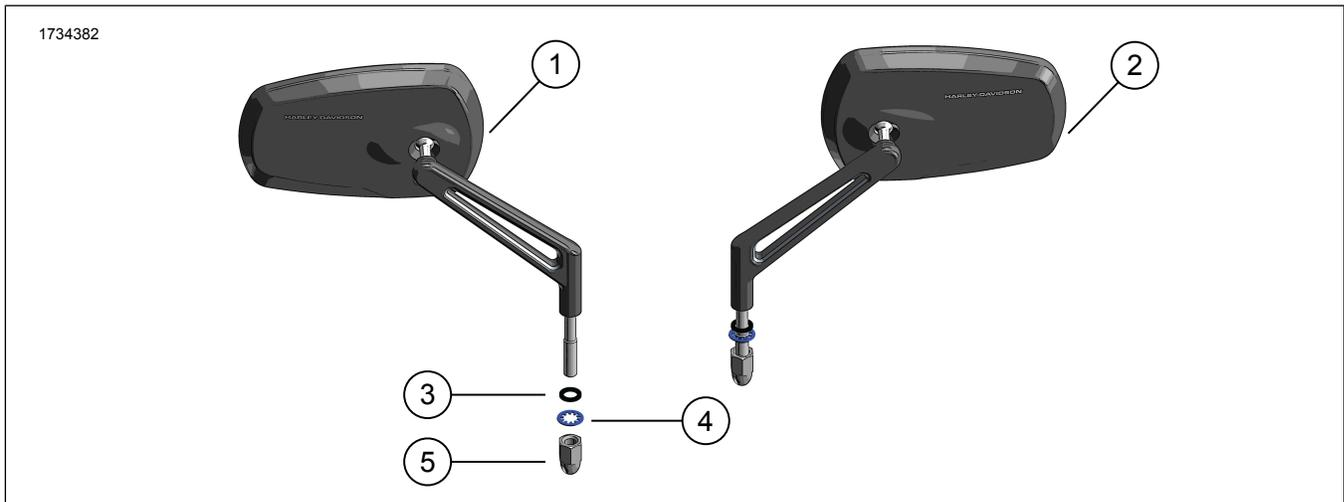
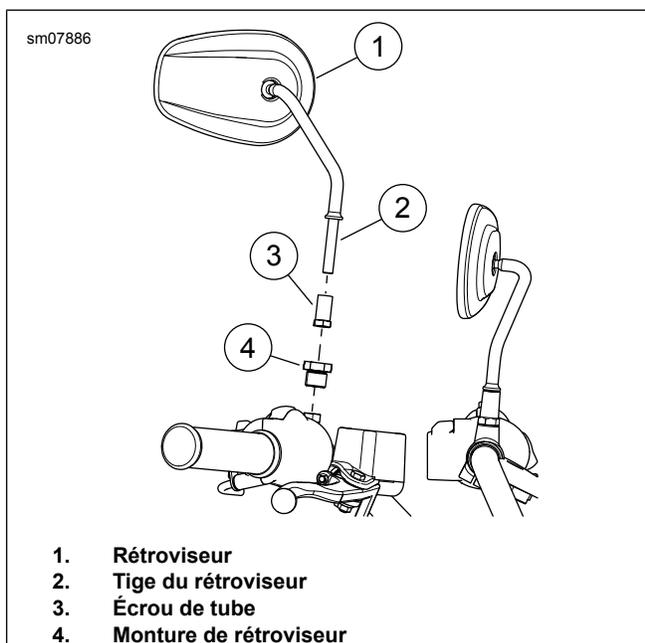

Figure 1. Contenu du kit : Kits de rétroviseur
Figure 2. Rétroviseur
- Figure 2 Retirer le rétroviseur (1).
- Déposer l'écrou du tube (3).
- Déposer le montage du rétroviseur (4).
- Figure 2 Retirer le rétroviseur et la visserie. La mettre au rebut.
- Figure 2 Installer le support du rétroviseur (4). Serrer. Couple : 11,7–14,3 N·m (104–127 in-lbs)
- Poser l'écrou du tube (3) sur la tige du rétroviseur (2). Serrer à la main.
- Régler le rétroviseur (1).
- Serrer l'écrou du tube (3). Couple : 11,7–14,3 N·m (104–127 in-lbs)
- Figure 1 Installer la rondelle plate (3) sur le goujon du rétroviseur (position supérieure) tous les rétroviseurs sauf les numéros de pièce. 91696-05A, 92398-09 et 92410-09.
- Véhicules avec feux de direction montés sur la face inférieure des boîtiers de levier de guidon (à l'exception des modèles XL 2004 2004 et ultérieurs) :** Fixer le rétroviseur latéral gauche à l'aide uniquement d'une rondelle (3) et d'un écrou borgne (3) du kit.
- Fixer le rétroviseur de droite avec la rondelle-frein (4) et l'écrou borgne (5) du kit et le dispositif de retenue du feu de direction uniquement.
- Fixer les rétroviseurs avec les rondelles plates (3) en haut et en bas, les rondelles-freins (4) et les écrous borgnes (5) du kit.
- Serrer l'écrou borgne (5).